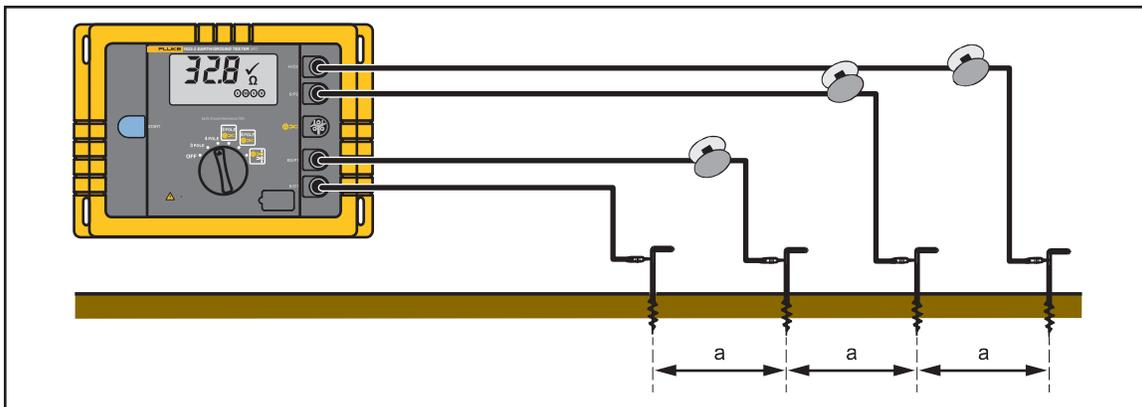

Figura 10. Misura della resistività del suolo
La resistività del suolo è la quantità geologica e fisica necessaria per il calcolo e la progettazione degli impianti di terra. La procedura di misurazione della Figura 10 utilizza il metodo sviluppato da Wenner (F. Wenner, A method of measuring earth resistivity; Bull. National Bureau of Standards, Bulletin 12 (4), Paper 258, S 478-496; 1915/16).